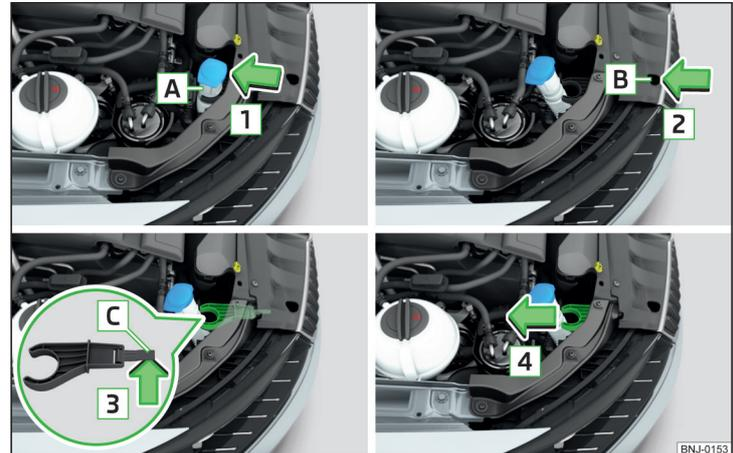

Abb. 184 Halterung des Waschwasserbehälterstutzens ausbauen
- › Den Behälterstutzen **A** aus der Halterung in Pfeilrichtung **1** ausclipsen » Abb. 184.
- › Die Halterung des Behälterstutzens entgegen der Pfeilrichtung **4** einschieben » Abb. 184.